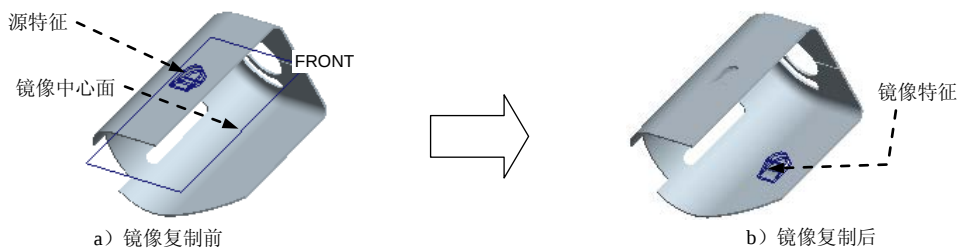

图 11.8.20 创建镜像特征 2
Step11. 创建图 11.8.20 所示的镜像特征 2。选取上一步所创建的凸模成形特征 1 为镜像源特征，选择下拉菜单 **编辑(E)**  **镜像(I)...** 命令，选取 FRONT 基准面为镜像平面。